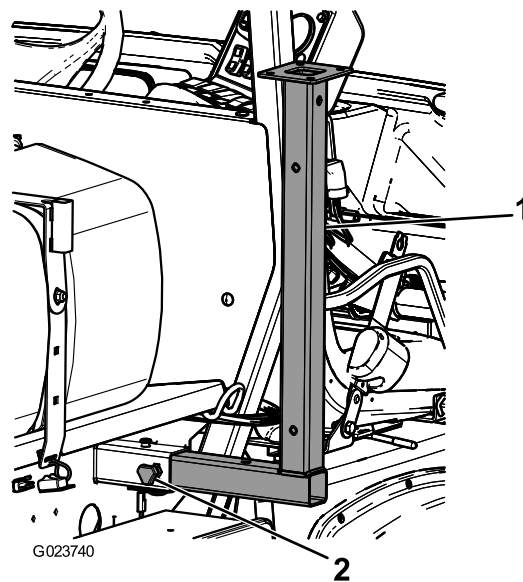

Figura 28
1. Inserite i cavalletti metallici anteriori capovolti nel telaio vicino ai punti di ancoraggio anteriori (Figura 28).